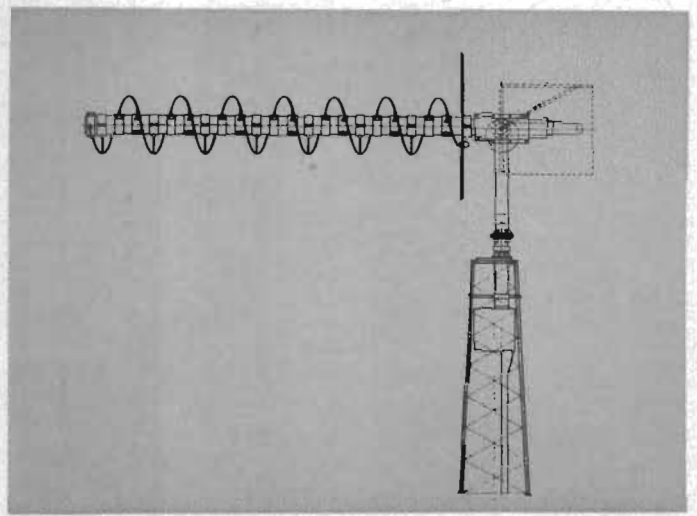
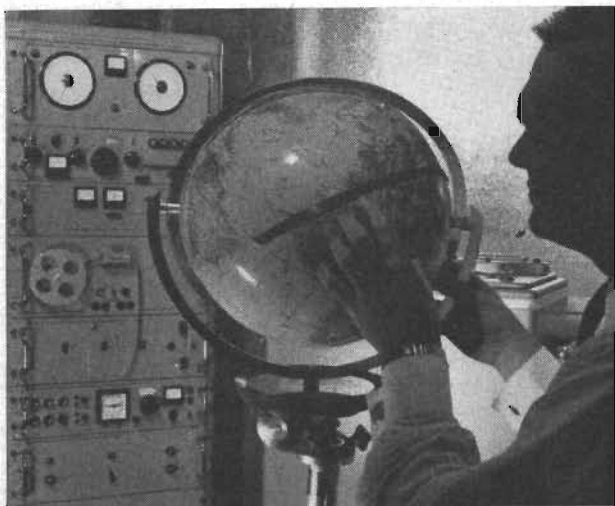

Fig 2
Fig 3
Automatisk följning av satelliten kan åstadkommas genom användning av an- tennrotorer, en för vertikal och en för hori- sontell vridning. Exempel på ett av Rohde & Schwarz utvecklat antensystem för följning av Nimbus-satelliter visas i fig. 2. Detta antensystem kan styras av en programstyrningsenhet, se fig. 3, med 5- spårs hålremsa som matas fram ett steg var femte sekund. I remsan instansas i förväg de beräknade riktningssinformatio- nerna för satellitpassagen och antennen ställs automatiskt in i enlighet med infor- mationerna på remsan.
T.v. ses här en av Rohde & Schwarz utvecklad mottagare för Nimbus-satellitens sändningar. I enheten ingår, förutom en mottagare för VHF, en programstyrningsenhet med 5-spårs håltremsa som ger impulser för automatisk inställning av antennen i fig. 2, för följning av satelliter i på förhand känd bana.